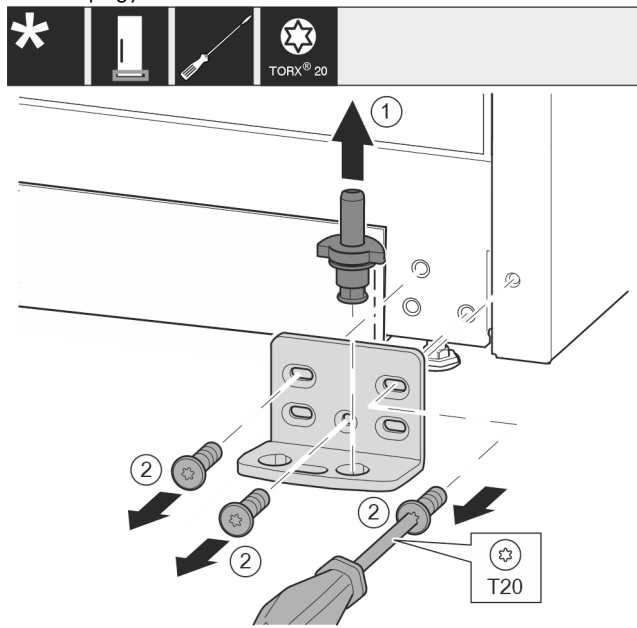

Fig. 17 *
- ▶ Húzza ki teljesen a csapszeget Fig. 17 (1) felfelé.*
- ▶ Tekerje ki a csavarokat Fig. 17 (2) csavarhúzóval, és vegye le a csapágybakot.*